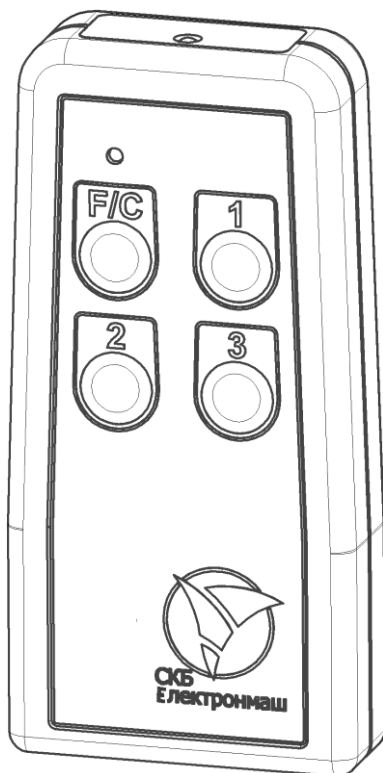

Рис. 1 - Зовнішній вигляд пульта і габаритні розміри.
3.1 Корпус ПДУ-Ам (рис. 1) має відсік для установки батареї живлення. На корпусі розташовані чотири кнопки управління-«F/C», «1», «2», «3», поруч з кнопкою «F/C» знаходиться світлодіод індикації режимів роботи ПДУ-Ам. ІЧ- випромінювач встановлений в торці корпусу.
3.3 Індикація режиму роботи пульта виконується світлодіодом «Індикатор» (рис. 1), який блимає в процесі передачі команд.